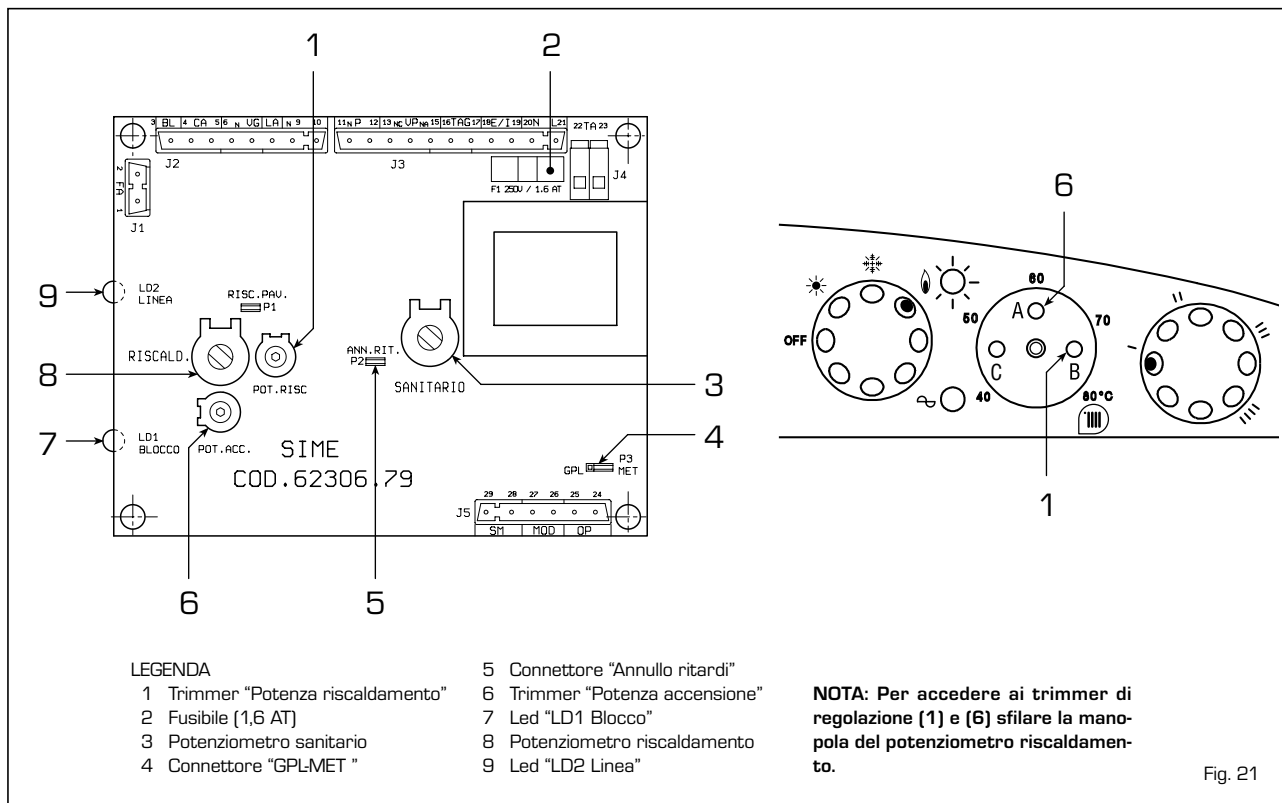

Fig. 21
Agendo sul trimmer (1 fig. 21) la potenza riscaldamento si può variare in funzione delle esigenze dell'impianto.
La scheda elettronica è dotata di led che segnalano un irregolare e/o non corretto funzionamento dell'apparecchio. I led sono disposti sulla scheda e contraddistinti dalla seguente dicitura (fig. 21):
- Trimmer "POT. RISC." (1 fig. 21)
- **Trimmer "POT. ACC."** (6 fig. 21)
- **Connettore "GPL-MET"** (4 fig. 21)
- **Connettore "ANNULLO RITARDI"** (5 fig. 21)